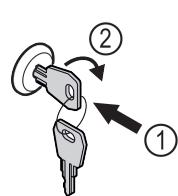

Fig. 110
- Πιέστε μέσα το κλειδί Fig. 110 (1).
- Περιστρέψτε το κλειδί 90° δεξιόστροφα Fig. 110 (2).